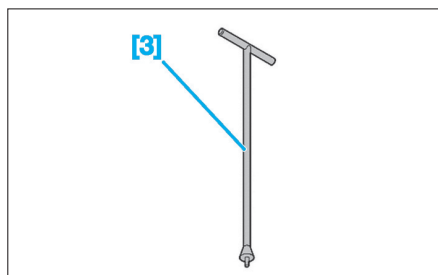

Fig. 42
- [3]. Tige d'obturation du cylindre de charge (réf : 4370-T) (Fig.42).